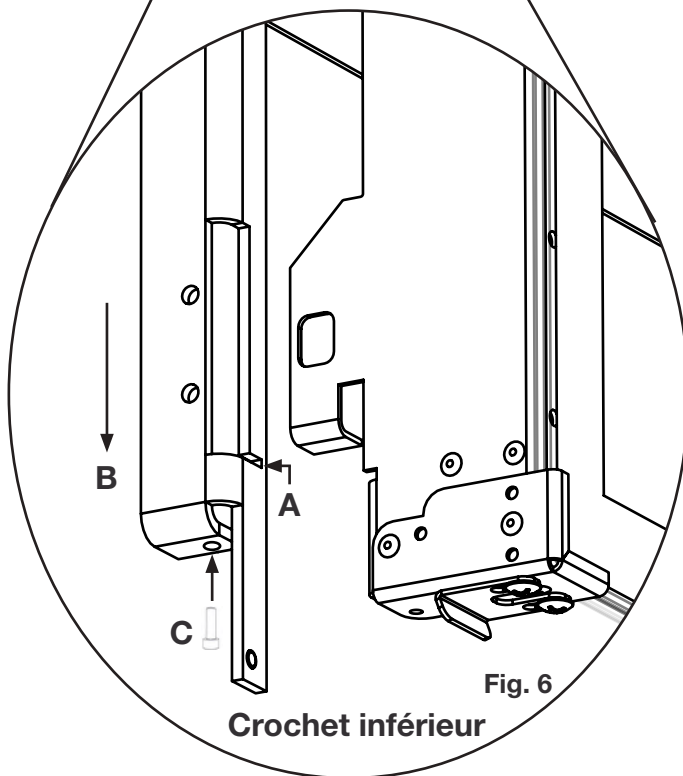

Fig. 6
7. Installez 2 vis de réglage vertical sous la surface des supports coulissants du GGA-1 (**C**) (**Fig. 6**).